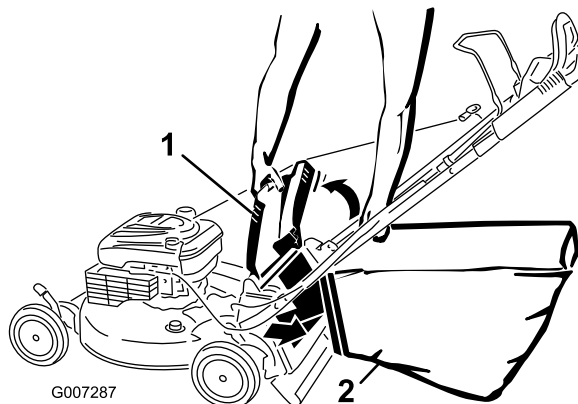

Bild 31
4. Hängen Sie die obere, vordere Kante des Fangkorbs an den Kerben ein (Bild 31).